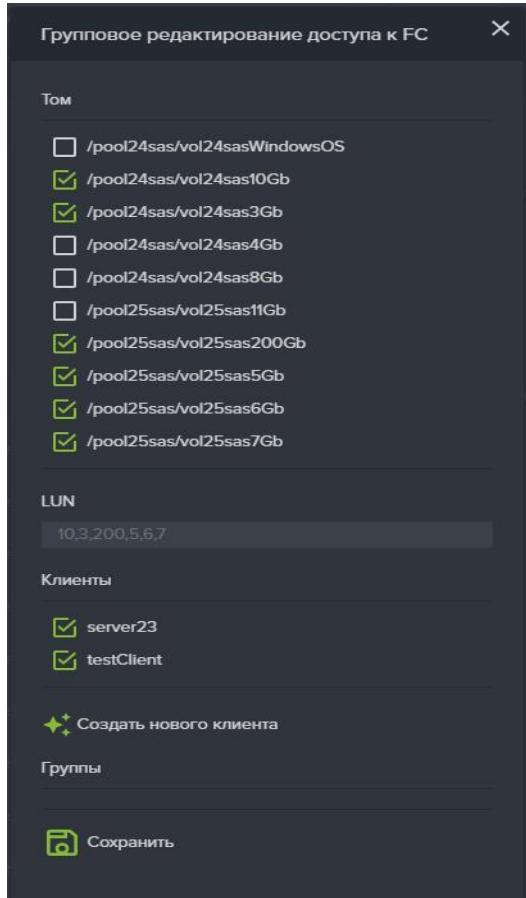

Рисунок 50. Групповое управление доступом
2. Откроется окно, представленное на Рисунок 50;